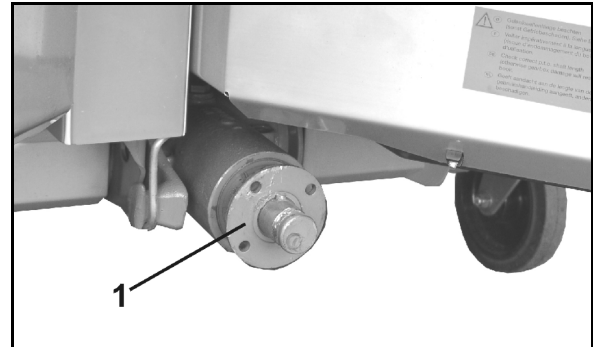

Рис. 36
1. За допомогою знімача зніміть втулку з фланцем (Fig. 36/1) з вхідного вала редуктора.